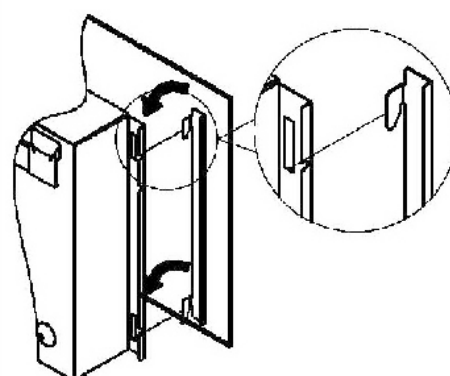

Fig.4
- Posicionar o painel de vidro frontal sobre a parte da frente do aquecedor, alinhando os ganchos de cada lado do painel de vidro com as ranhuras de cada lado do painel de vidro e painel de vidro com as ranhuras de cada lado da estrutura do aquecedor - ver Fig.4. De seguida, deslize o painel para o seu lugar. Mais uma vez, serão necessárias duas pessoas para esta operação.